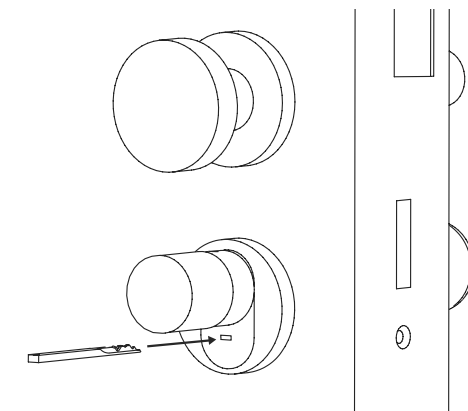

Fig. 11
- 1 Per aprire la serratura, aprire la chiave di emergenza in corrispondenza del giunto e inserirla quindi nella fessura abbozzata sulla copertura (Fig. 11).